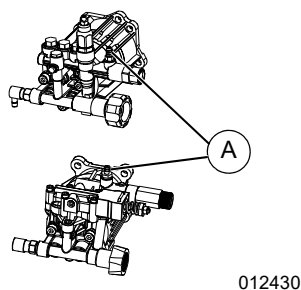

Figura 2-6. Conecte el tubo de sifón
- Consulte la **Figura 2-6**. Conecte el tubo de sifón en la conexión del tubo de sifón (A).